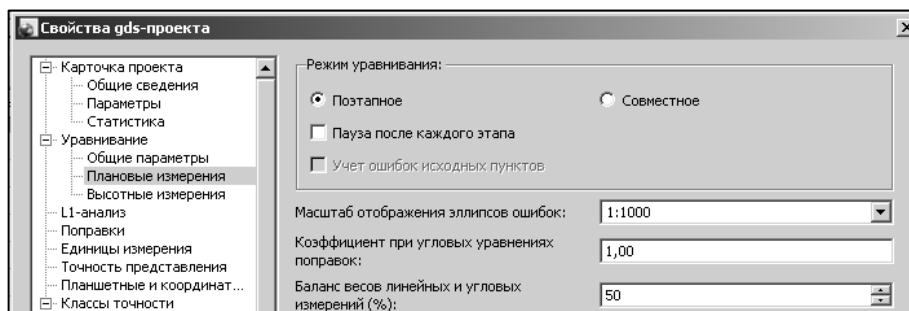

Рис. 1.9
3. В окне **Свойства gds-проекта** в позиции **Уравнивание/Плановые измерения** установите **Режим уравнивания – Поэтапное** (рис. 1.9).